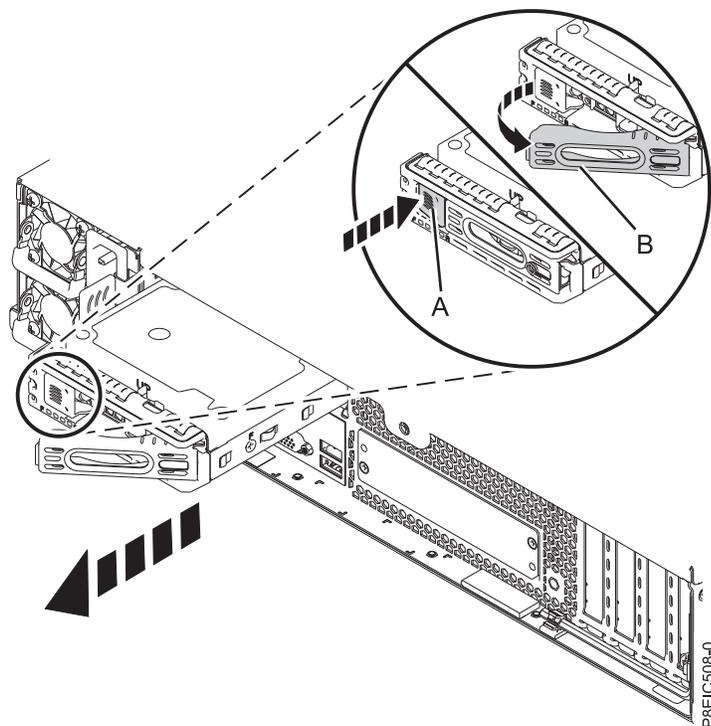

Figura 7. Removendo uma unidade traseira
3. Destrave a alça da bandeja da unidade empurrando a liberação da alça (A). A alça então desengatilha em sua direção. Puxe a alça para fora por todo o caminho; se a alça não estiver totalmente aberta, a bandeja de unidade não deslizará para fora do sistema, conforme mostrado na Figura 7.